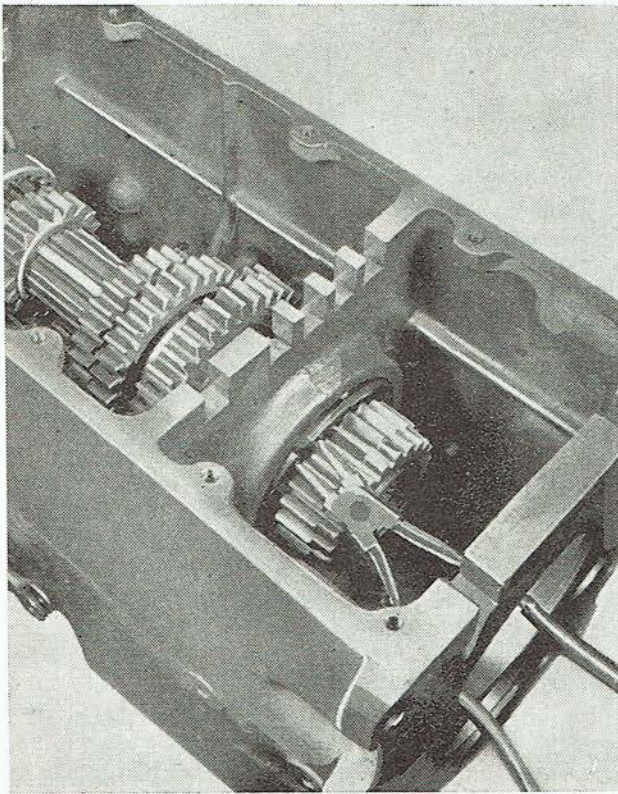

Abb. 119
1. Der Sicherungsring ist aus der dritten Innenwand des Getriebegehäuses abzunehmen (Abb. 119).
2. Die Hohlwelle der Reduktion ist herauszuschieben, wodurch sich das Dauereingriffsrad der Reduktion senkt. Dadurch wird der Zutritt zum Lager 6310 (6210, 6311 — Abb. 119) frei.